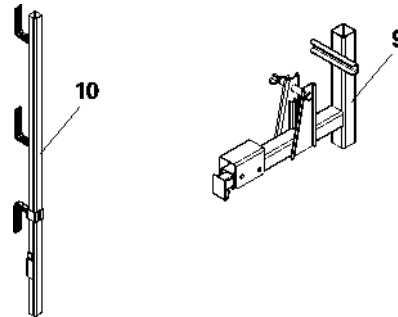
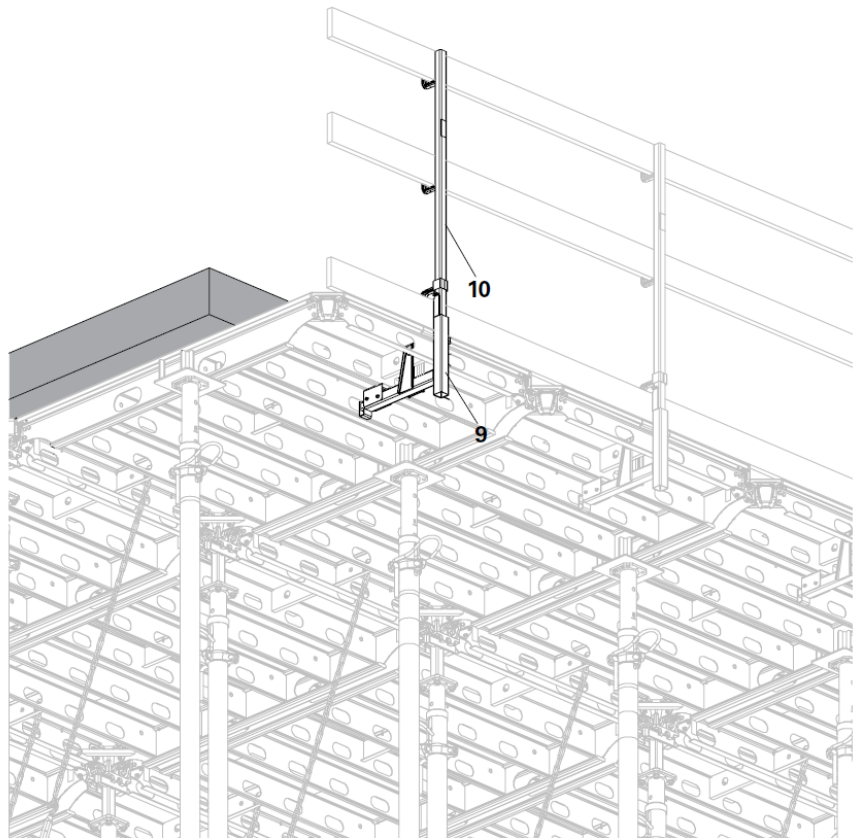

Fig. A2.11
Fig. A2.12
A Suporte guarda-corpos ADG (9) com a Guarda-corpo HSGP-2 (10) protege o pessoal da obra contra quedas em ambas as direcções. (Fig. A2.11 + Fig. A2.12)